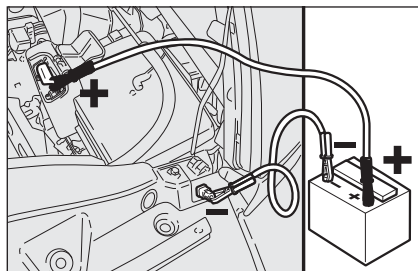

fig. 2
- connecter par un deuxième câble la borne négative (**-**) de la batterie auxiliaire au point de masse comme illustré sur la **fig. 2**.